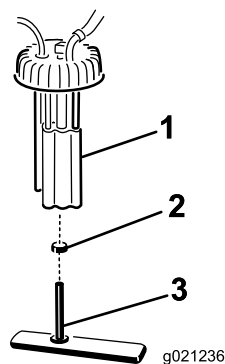

図 50
2. 燃料ポンプからワイヤハーネスのコネクタを外す（図 50）。
3. タンクから、燃料ポンプアセンブリと燃料フィルタを外す（図 50）。
4. 燃料フィルタのホースを燃料ポンプのフィッティングに固定しているクランプを外す。フィッティングからホースを取り外す（図 50）。